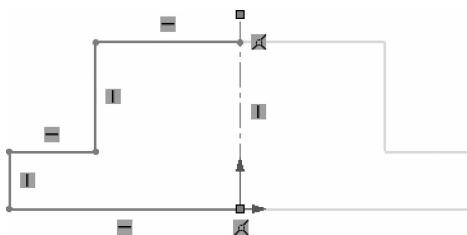

图 1-20 基座零件模型草图(镜像)
②单击【镜像实体】按钮,【要镜向①的实体】选取左侧绘制的直线段,【镜像轴】选取中心线,选中【复制】复选框,单击【确定】按钮,得到右侧的基本图形,如图 1-20 所示。